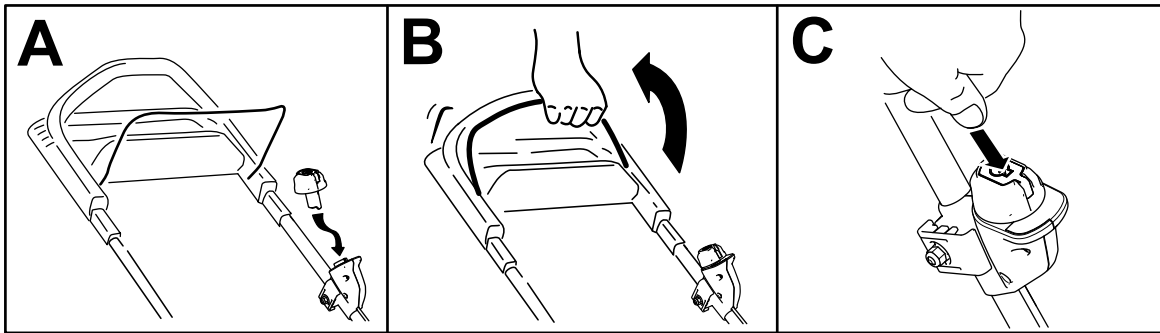

Figura 12
2. Introduzca el botón de arranque eléctrico en el interruptor de arranque eléctrico (Figura 12, A).
3. Apriete la barra de control de la cuchilla contra el manillar (Figura 12, B).
4. Pulse el botón de arranque eléctrico y manténgalo pulsado hasta que el motor arranque (Figura 12, C).